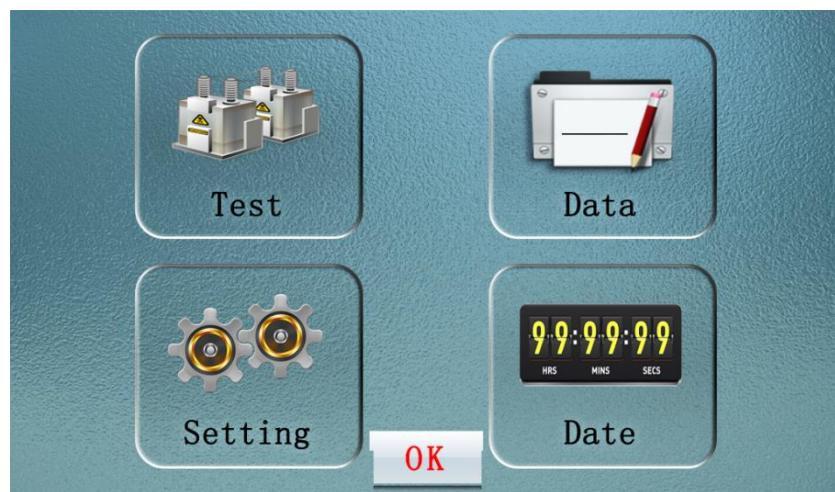
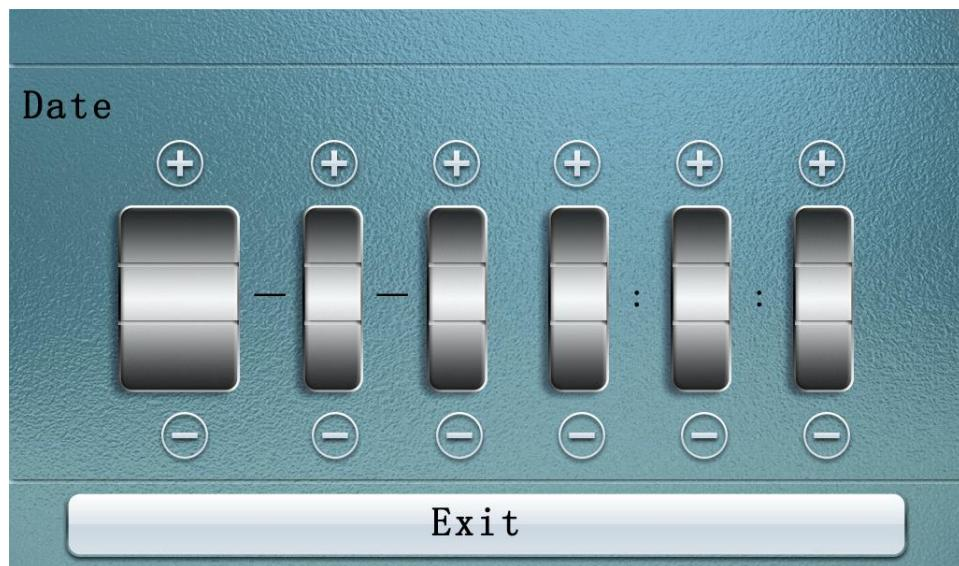

Figura 1
Figura 6
1. La interfaz de arranque se muestra en la figura 1:
5. Haga clic en "establecimiento de parámetros" en la figura 1 para ingresar a la interfaz de "establecimiento de parámetros", como se muestra en la figura 5:
6. Haga clic en "modificación del reloj" en la figura 1 para ingresar a la interfaz de modificación del reloj, como se muestra en la figura 6: